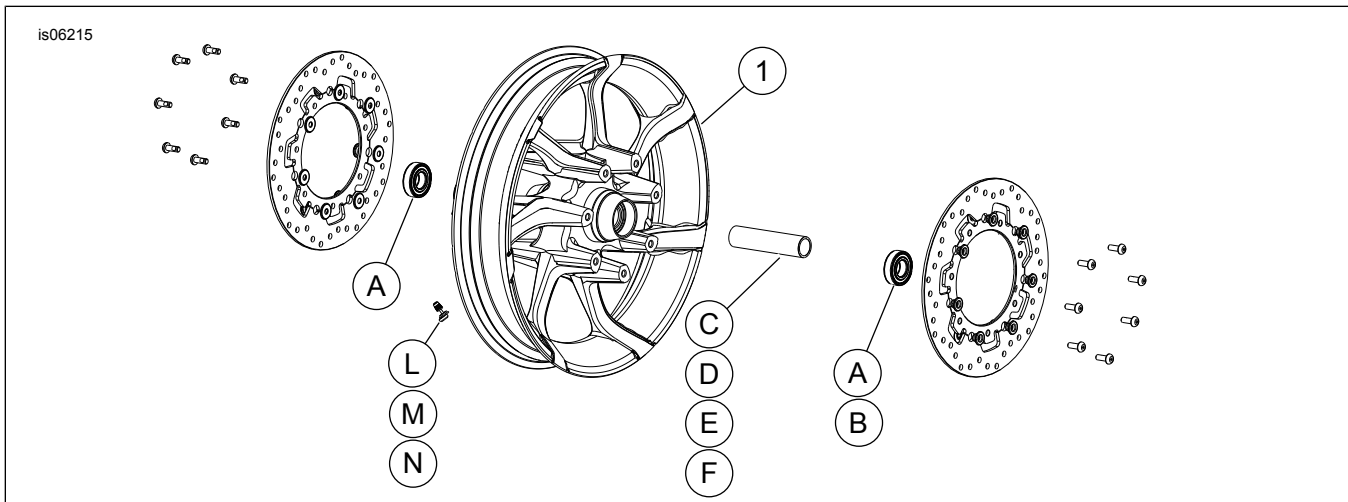

Figure 1. Mga Pamalit na Piyesa: Harapang Agitator na mga Gulong (19-pulgada ang ipinapakita)
Tingnan ang Figure 1 at ang mga Talaan ng mga Pamalit na Bahagi.
2. Tingnan ang Figure 1 . Ikabit ang valve stem assembly (L) sa ruweda. Tingnan ang manwal ng serbisyo.